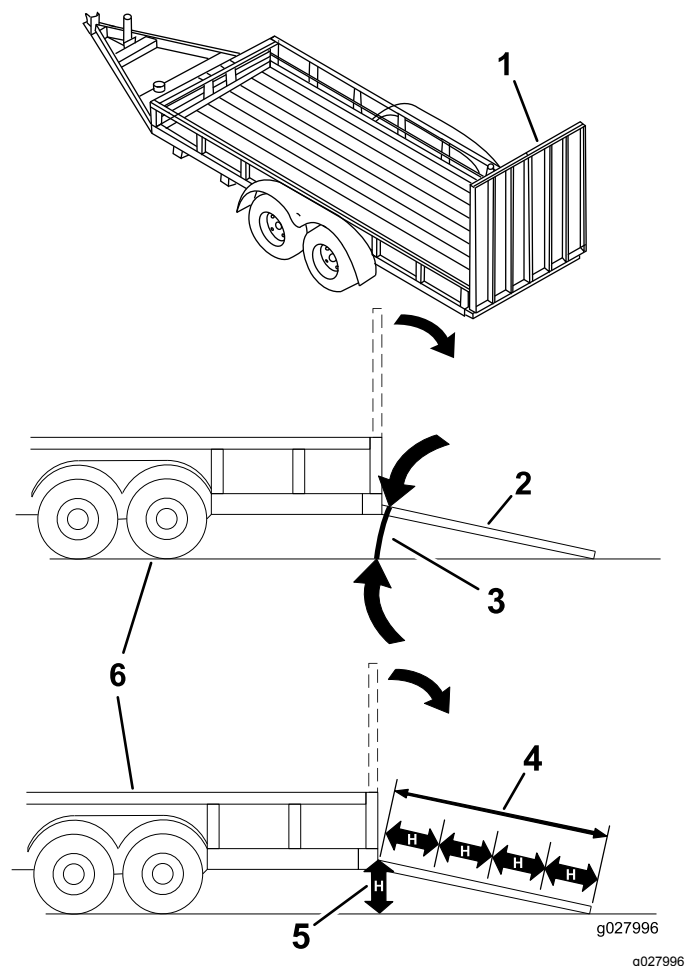

Figura 38
Colocar uma máquina num reboque ou camião aumenta a possibilidade de capotamento e pode provocar graves ferimentos ou morte (Figura 38).
3. Baixe a rampa, certificando-se de que o ângulo entre a rampa e o solo não é superior a 15 graus (Figura 38).
1. Baixe a rampa, certificando-se de que o ângulo entre a rampa e o solo não é superior a 15 graus (Figura 38).